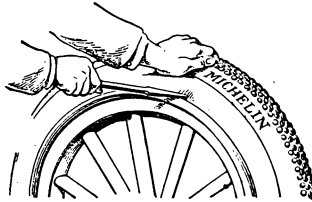

Fig. 4.
**3. Staccare il tallone esterno (fig. 4).** — Spingere la copertura con una mano all'indietro verso la vettura. Coll'altra mano, appoggiare fortemente l'estremità sottile della leva a tacca, precisamente appena sopra il tallone, proseguendo tutto all'ingiro del cerchio.
4. **Distaccare il tallone esterno** (vedi fig. 4). — Procedere come se si avesse il bullone-valvola, ma avendo cura di respingere la valvola e ciascuna chiavarda nell'interno quando si giunge davanti ad ognuna di esse.